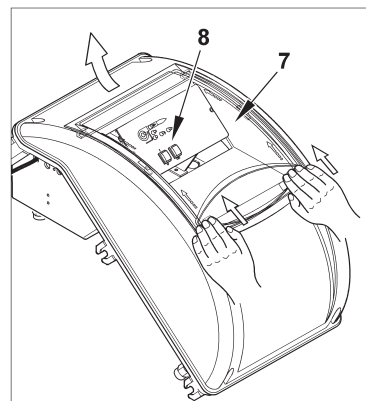

Рисунок 4
4) Для закрытия крышки электрического щита, закрутите 4 винта (1), используя момент затягивания, равный приблизительно 5 Нм, для обеспечения правильного уплотнения. Теперь можно получить доступ к панели управления (8). Отцепите прозрачное окошко (7), слегка надавливая руками в направлении стрелок, как на рис. 4. Переместите окошко вперёд на некоторый отрезок, после чего отделите его от крышки.